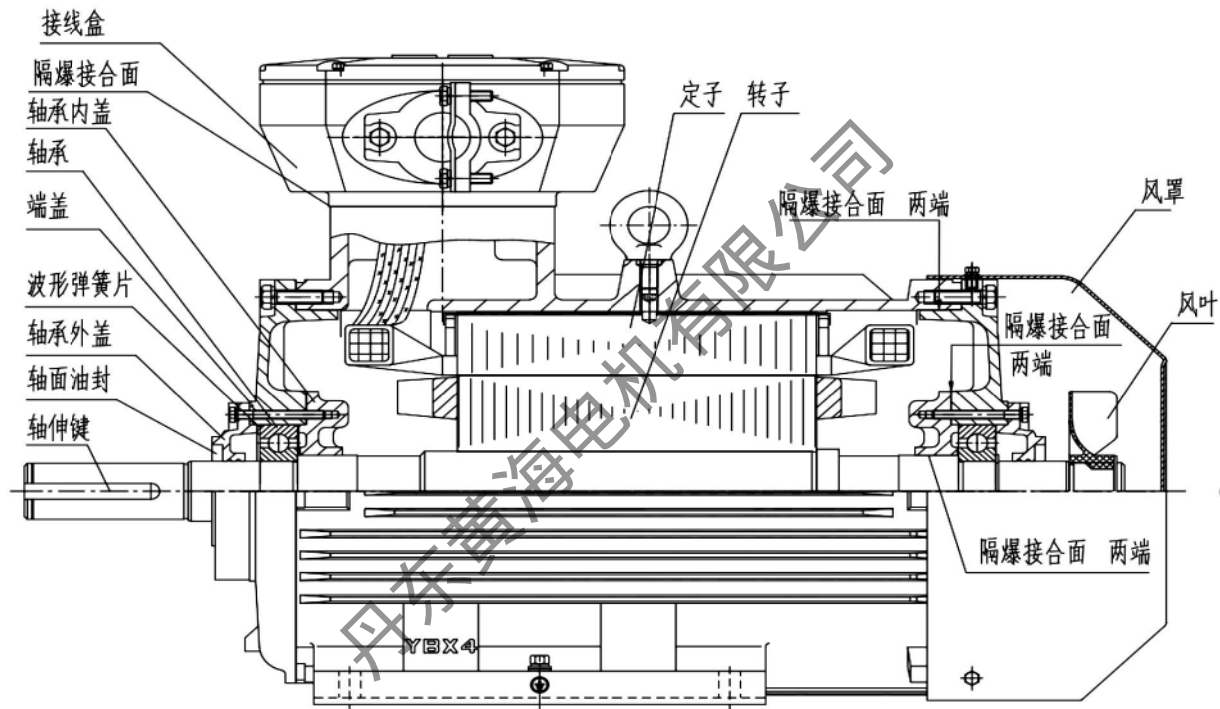
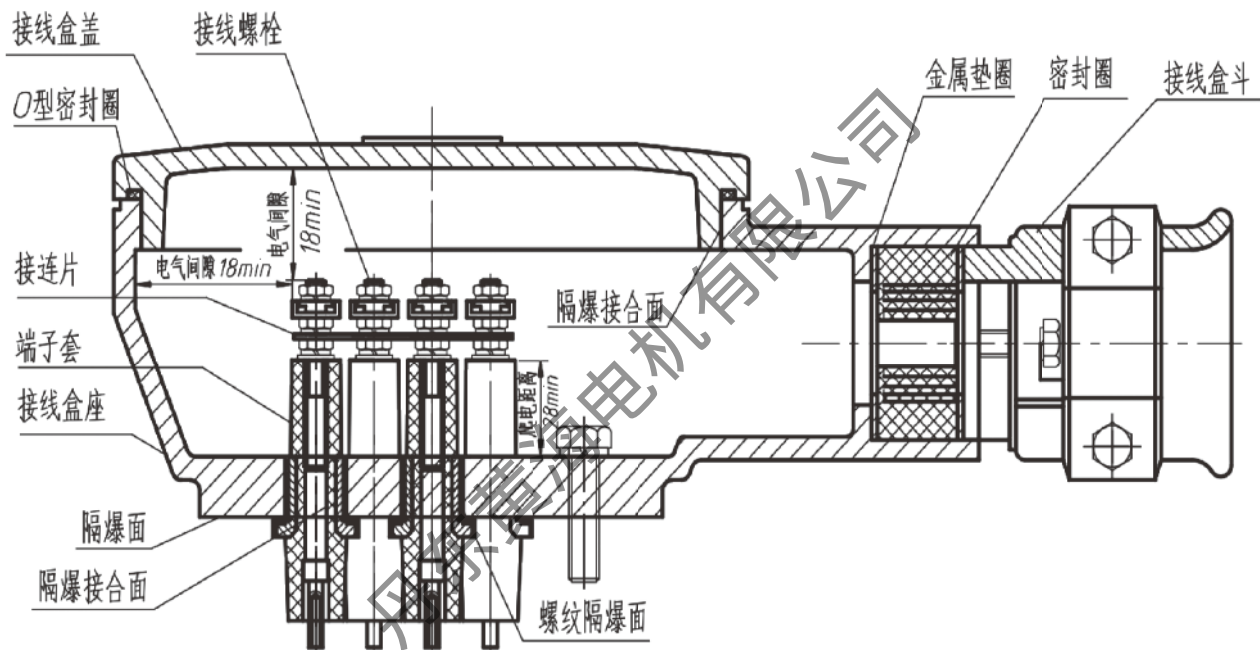
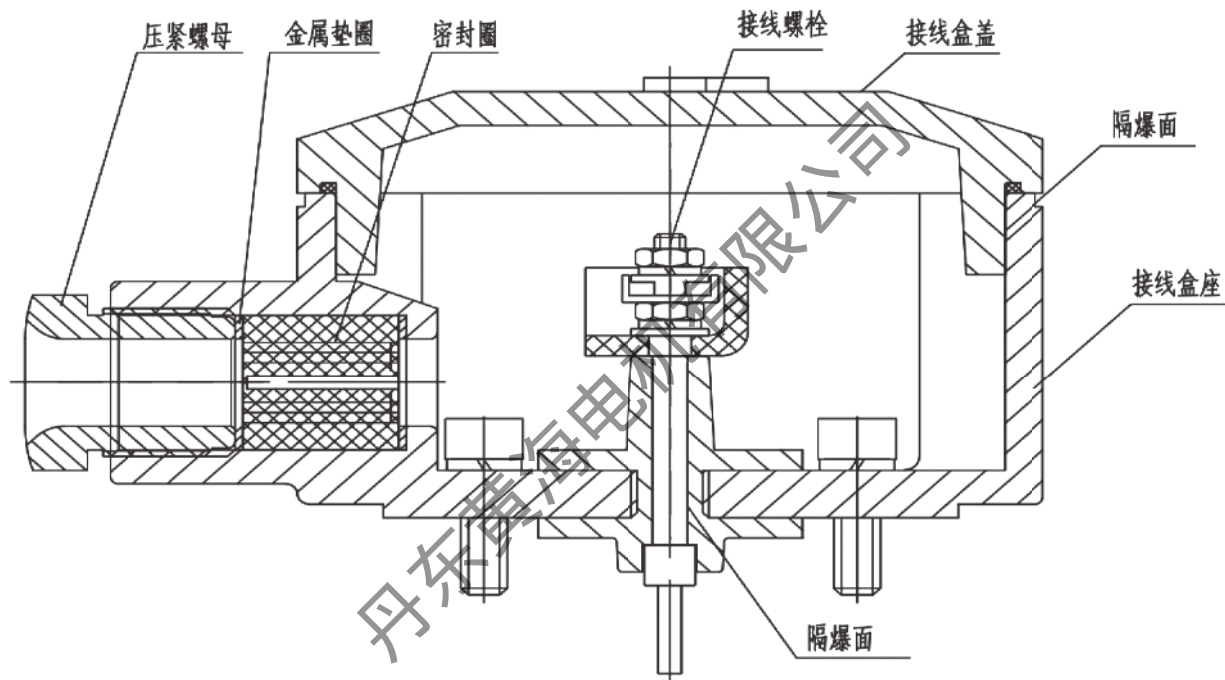
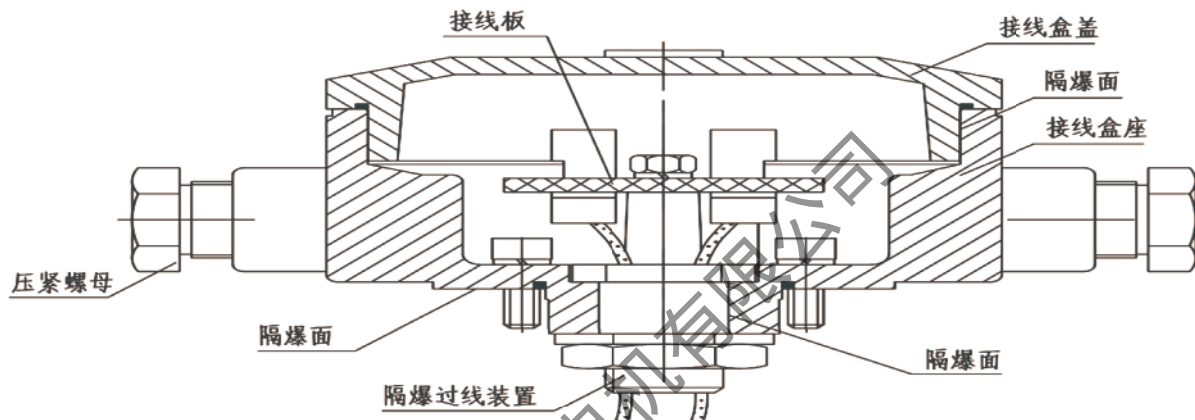

图1 电机主体结构图 (以180电机为例)
图2 接线盒结构图
图3加热接线盒
图4 测温接线盒
5.2.3 本系列电动机主体结构见图 1，接线盒结构见图 2，加热接线盒结构见图 3，测温接线盒结构见图 4。
3. 隔爆接合面的长度、间隙、接线盒内部裸露导体之间，裸露导体与金属外壳之间的电气间隙及爬电距离见图 1、图 2。